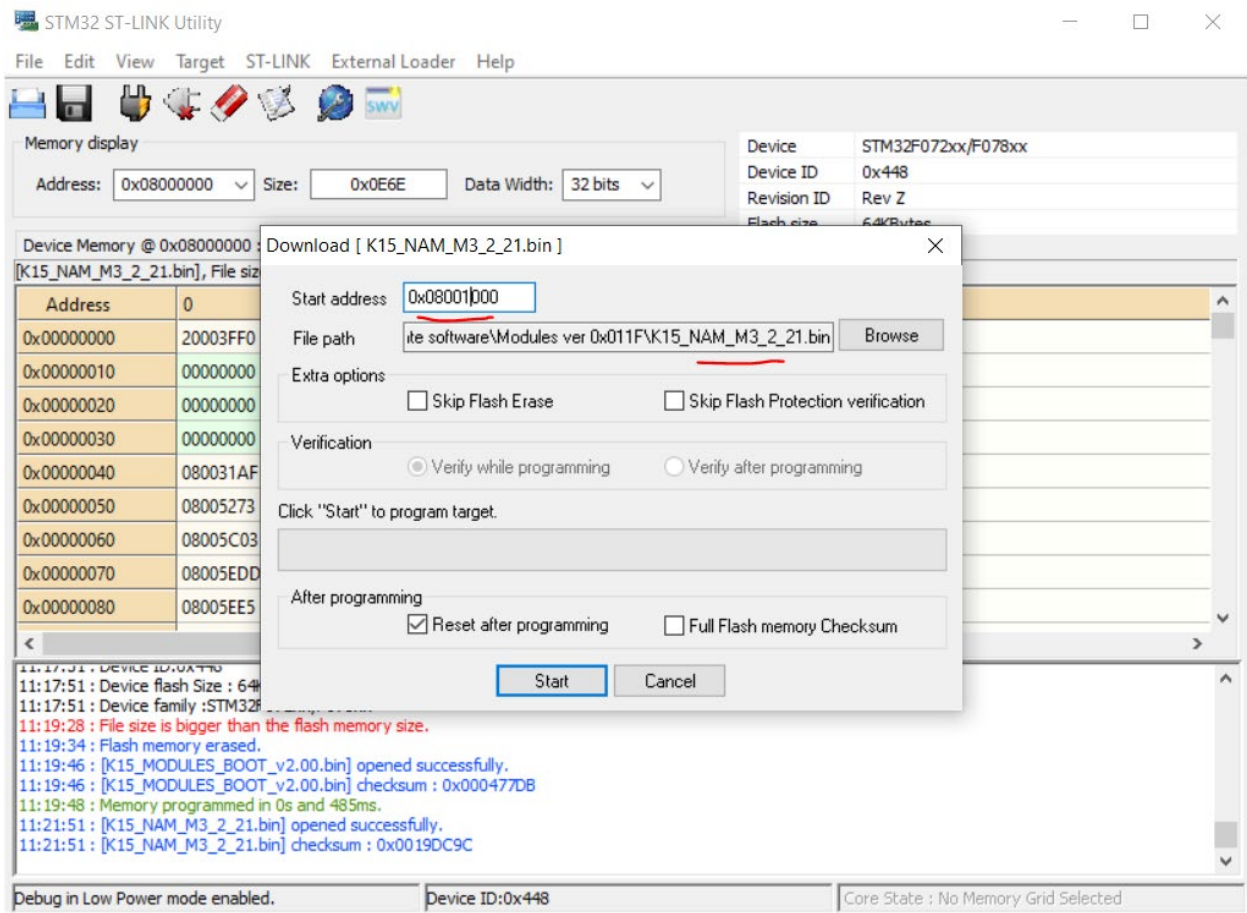

Рисунок 10 Настройки загрузки прошивки модуля
4. Перейти в Target->Program..., выбрать файл обновления соответствующего модуля с расширением **.bin** из поставляемого комплекта ПО и установить стартовый адрес **0x08001000** (это необходимо делать после выбора файла, так как стартовый адрес сбрасывается после выбора файла). (Рисунок 10)